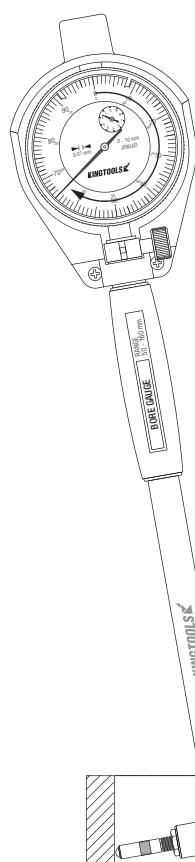

figura-2
- Insira o cabeçote de medição do comparador na referência de zeragem (figura-2), fazendo com que ocorra pressão para mover a ponta de medição. O ponteiro do relógio se deslocará para uma graduação qualquer.